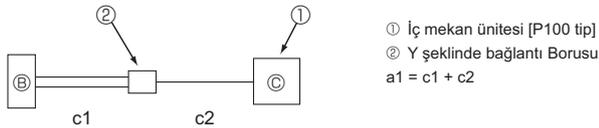

Fig. 5-2
*1 P100 iç mekan ünitesini bağlarken, dağıtım kutusu ve Y şeklinde bağlantı borusu arasında iki adet soğutucu borusu kullanılsa da, sadece bir borunun uzunluğunu kullanarak boru uzunluklarını hesaplayın. (Fig. 5-2)